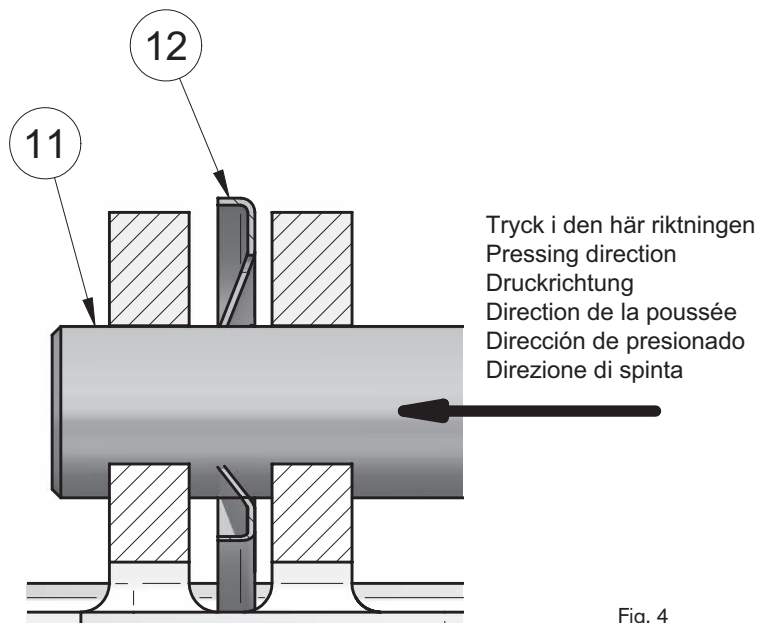

Fig. 4
- Zum Anziehen der zwei Schrauben in der Nähe des Gelenks lösen Sie den Deckel vom Sockel, indem Sie den Bolzen (Pos. 11) ausdrücken. Der Bolzen kann nur in einer Richtung durch die Sicherungsscheibe gedrückt werden, siehe Abb. 4. Beachten Sie die Stellung der Sicherungsscheiben für die spätere Montage.
- Schließen Sie den Deckel wieder an den Sockel, indem Sie den Bolzen und die Sicherungsscheibe wieder montieren. Der Bolzen kann nur in einer Richtung durch die Sicherungsschraube gedrückt werden, siehe Abb. 4.
- Drücken Sie den Gelenkbolzen (Pos. 11) und den Bolzen (Pos. 11) zwischen der Membrane und dem Deckel aus ihren Stellungen. Wegen der Sicherungsscheiben (Pos. 12) können die Bolzen nur in einer Richtung bewegt werden, siehe Abb. 4. Seien Sie vorsichtig, damit Sie die zwei Sicherungsscheiben nicht verlieren. Achten Sie auf die Stellung der Sicherungsscheiben, um sie später wieder montieren zu können.
- Montieren Sie die zwei Bolzen (Pos. 11) wieder zusammen: einen an die Membrane und den anderen an das Gelenk. Drücken Sie die Bolzen durch die Sicherungsscheiben (Pos. 12). Achten Sie auf die Stellung der Sicherungsscheiben. Der Bolzen kann nur in einer Richtung durch die Sicherungsschraube gedrückt werden, siehe Abb. 4.
- Pour serrer les deux vis près de la charnière, retirez le couvercle de la base en repoussant la goupille (pos 11). Notez que la goupille ne peut, à cause de la rondelle frein, être repoussée que dans une seule direction, voir la fig. 4. Notez l'emplacement des rondelles de blocage pour le remontage postérieur.
- Remettez en place le couvercle de la base en remontant la goupille et la rondelle frein. Notez que la goupille ne peut être poussée dans la rondelle frein que dans une seule direction, voir la fig. 4.
- Repousser hors de leur emplacements la goupille de charnière (pos 11) et la goupille (pos 11) raccordant le diaphragme et le couvercle. A cause de la rondelle frein (pos 12), il n'est possible que de faire glisser les goupilles que dans une seule direction, voir la fig. 4. Prenez garde à ne pas perdre les deux rondelles frein. Notez l'emplacement des rondelles frein pour le remontage postérieur.
- Enlevez les 4 vis de fixation, retirez la pompe de la cloison ou du pont. Déconnectez les coudes (pos 9 et 10) en ouvrant les étriers rouges (pos 13).
- Faites pivoter le corps de la pompe (pos 3) par rapport à la base (pos 4). Retirez le corps de la pompe et le diaphragme de la base.
- Remplacez le diaphragme (pos 2). Alignez le petit bouton sur le diaphragme avec la marque sur le corps de la pompe. Lubrifiez le diamètre intérieur de la base avec un peu de savon liquide.
- Mettez le corps de la pompe (pos 3) avec le nouveau (pos 2) dans la base (pos 4) et faites pivoter jusqu'à ce que vous atteigniez l'arrêt.
- Remplacez les valves (pos 6 et 7) dans les raccords. Faites attention que chaque valve trouve sa position correcte. Assurez-vous que la valve correcte est installée dans le bon raccord. Le clapet de non-retour (pos 7) est pour l'aspiration et la valve tricuspide (pos 6) est pour la décharge. Le texte de la valve d'aspiration (clapet de non-retour) doit être tourné vers le diaphragme. Remplacez les coudes. Fixez les coudes avec les étriers (pos 13).
- Remontez les deux goupilles (pos 11); une reliant le diaphragme et le couvercle et une pour la charnière. Poussez les goupilles au travers des rondelles frein (pos 12). Notez l'emplacement des rondelles frein. Notez que la goupille ne peut être poussée que dans une seule direction à travers la rondelle frein, voir la fig. 4.